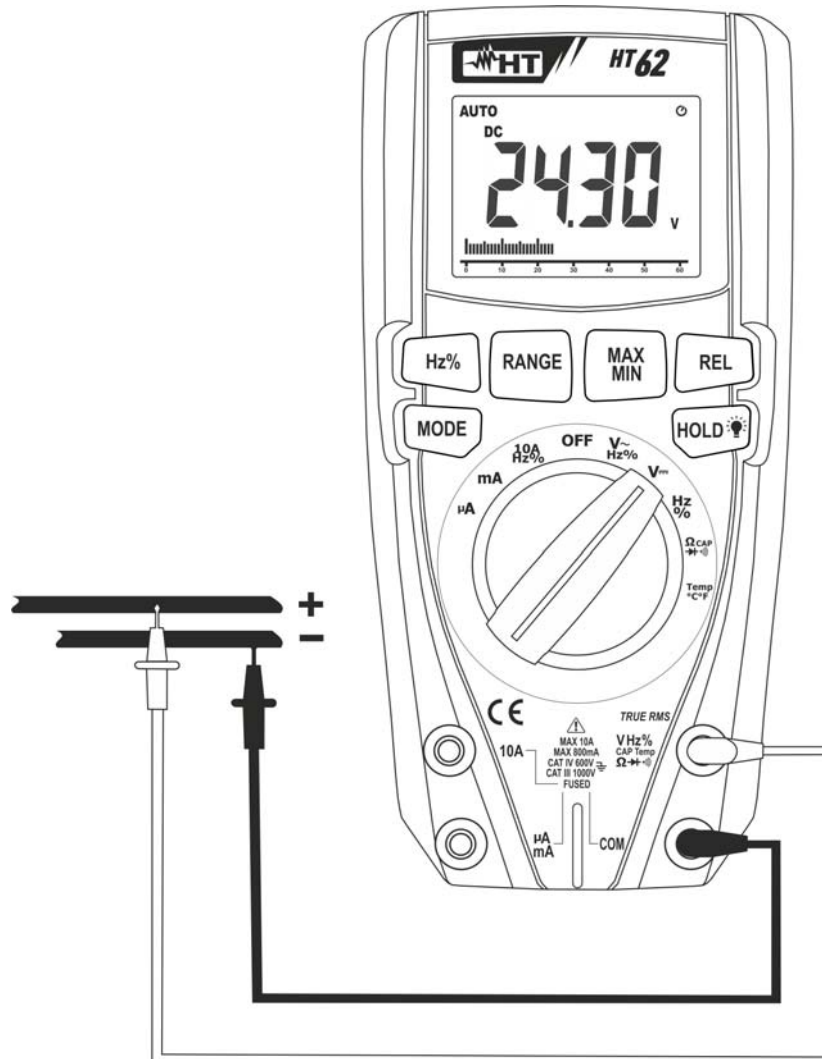

Fig. 2: Uso del instrumento para medida de Tensión CC
3. Posicione la punta roja y la punta negra respectivamente en los puntos a potencial positivo y negativo del circuito en examen (vea Fig. 2). El valor de la tensión se muestra en pantalla
5. La visualización del símbolo "-" en el visualizador del instrumento indica que la tensión tiene sentido opuesto respecto a la conexión de Fig. 2.